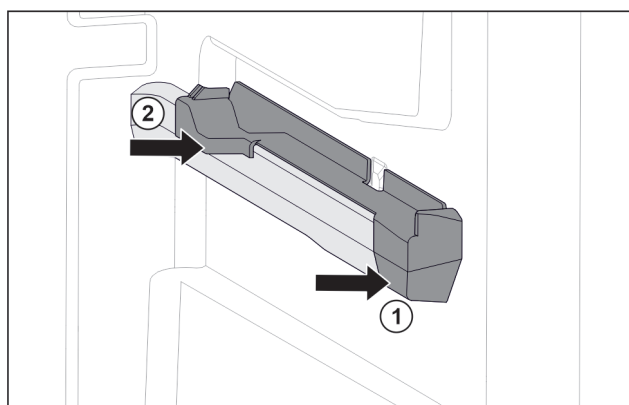

Fig. 108 Nasazovací díl na pravém žebrování na nádoby
- ▶ Nasadte nasazovací díl na žebrování na nádoby. Fig. 108 (1)
- ▶ Přitlačte nasazovací díl k zadní části. Fig. 108 (2)